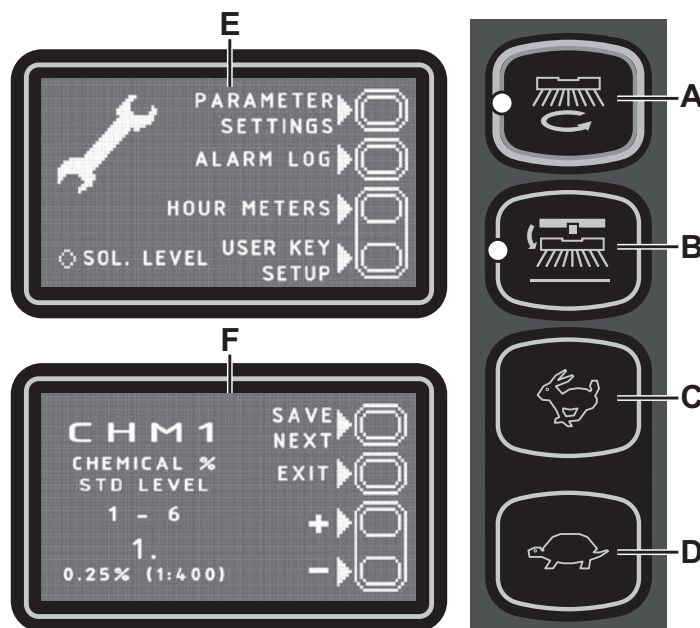

Рис. 8
Главное меню (Е, Рис. 8)
Меню настроек машины (F, Рис. 8)
Для возврата в главное меню (E, Рис. 8) несколько раз нажмите кнопку (A).
Для возврата в главное меню (E, Рис. 8) нажмите кнопку (A).